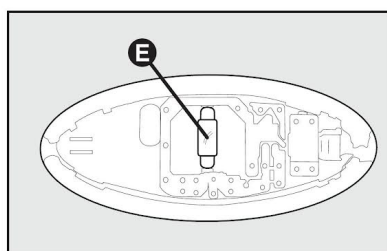

fig. 33
- Substituir a lâmpada E-fig. 33, desvinculando-as dos contatos laterais e certificando-se de que as novas lâmpadas estejam corretamente bloqueadas entre os contatos;